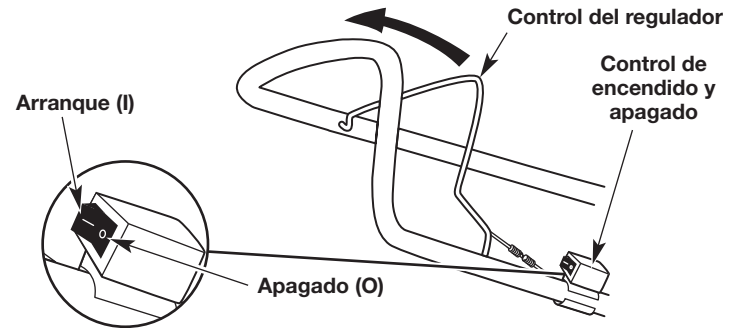

Fig. 4
**NOTA:** No hay necesidad de encender la unidad. El Control de Encendido y Apagado está en la posición ENCENDIDO (I), en todo momento (Fig. 4).
2. Oprima y mantenga oprimido el control de encendido y apagado en la posición de **APAGADO (O)** hasta que el motor se detenga por completo (Fig. 4).